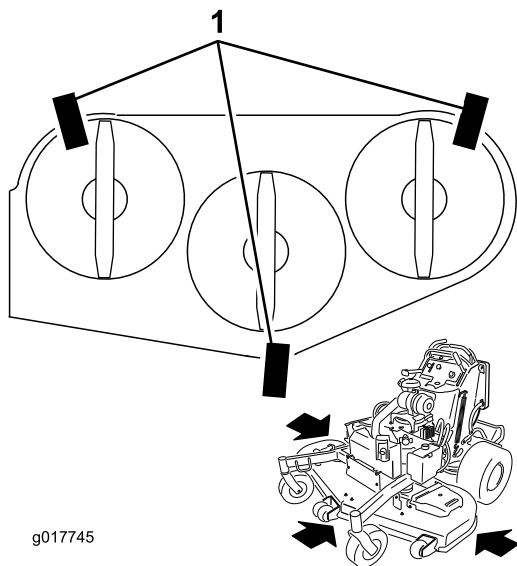

Figura 94
1. Coloque 3 listones de madera de 5x10 cm (2x4 pulgada) debajo de la carcasa del cortacésped, según se muestra en Figura 94.